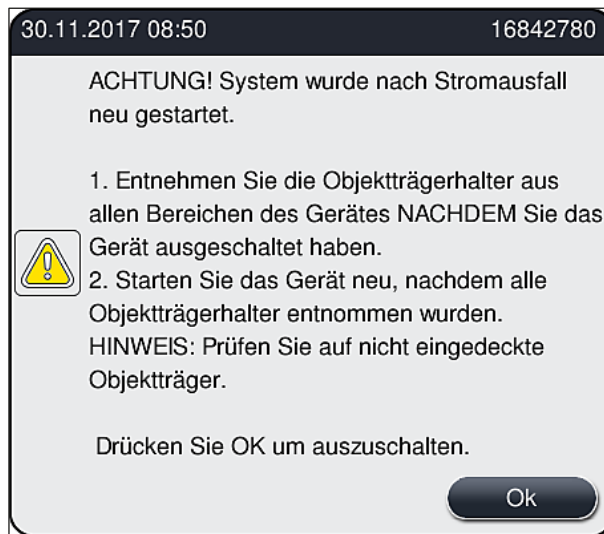

Abb. 109
- Nachdem die Stromversorgung wieder hergestellt ist, führt das Gerät automatisch einen Neustart durch. Der Benutzer wird über den Stromausfall durch eine Meldung (→ Abb. 109) am Bildschirm informiert, und das Ereignis wird in das Ereignisprotokoll eingetragen.
- ① Nachdem die Stromversorgung wieder hergestellt ist, startet das Gerät automatisch wieder. Ein Warnton ertönt und eine Warnmeldung wird auf dem Display angezeigt (→ Abb. 109).
Anschließend den Anweisungen der Meldung (→ Abb. 109) folgen und die Objektträger aus dem Gerät entnehmen.